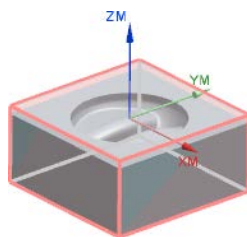

图 17.4 毛坯几何体
Step3. 单击“毛坯几何体”对话框中的 **确定** 按钮，系统返回到“铣削几何体”对话框，完成图 17.4 所示毛坯几何体的创建。